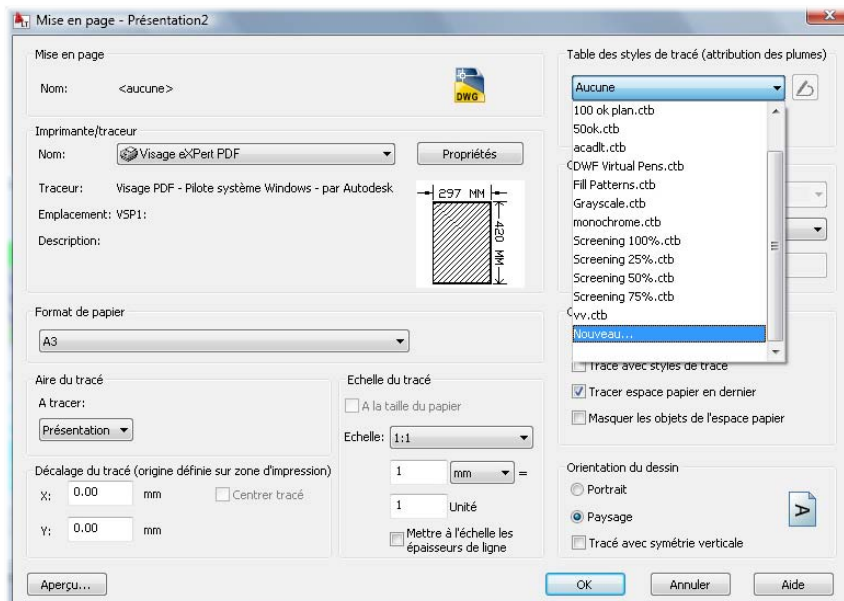

Figure 6.45
4. Cliquons sur le menu déroulant Table des styles de tracé de la boîte de dialogue. Sélectionnons l'option Nouveau (voir Figure 6.45).